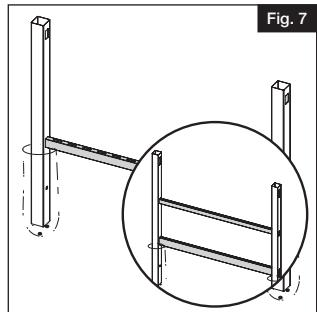

Fig. 7
- Inserte el travesaño inferior en los orificios ranurados inferiores para poste en los dos postes (Fig. 7).